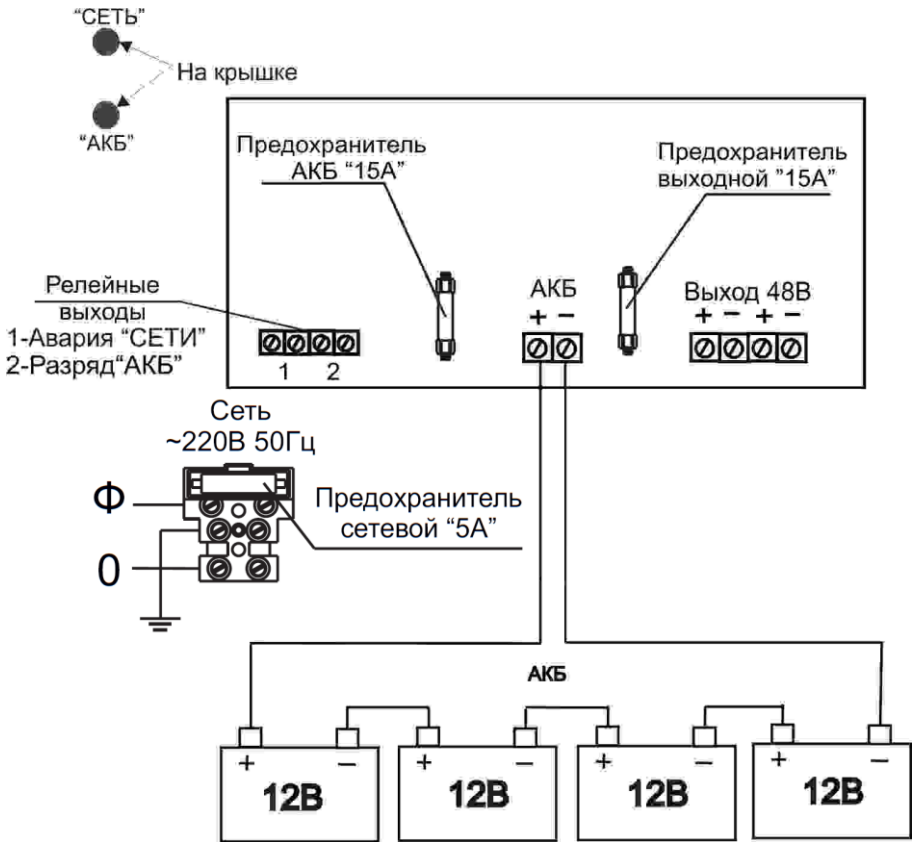

РИСУНОК 1
Нагрузка и внешние устройства подключаются к клеммам «ВЫХОД 48В». Подключение нагрузки следует производить в соответствии с полярностью (см. приложение Рисунок 1).
Держатель сетевого предохранителя совмещен с сетевой колодкой (см. приложение Рисунок 1).
<p style="text-align: center;">ВНИМАНИЕ! ИЗЪЯТИЕ ПРЕДОХРАНИТЕЛЯ НЕМЕДЛЕННО ПРИВЕДЕТ К АВТОМАТИЧЕСКОМУ ПЕРЕХОДУ В РЕЗЕРВНЫЙ РЕЖИМ, Т.Е. К ПИТАНИЮ НАГРУЗКИ ОТ АКБ! ДЛЯ ПОЛНОГО ОТКЛЮЧЕНИЯ ИСТОЧНИКА СЛЕДУЕТ ОТСОЕДИНИТЬ КЛЕММУ «+АКБ» (СМ. ПРИЛОЖЕНИЕ РИСУНОК 1) ОТ САМОЙ АКБ, А ЗАТЕМ ОТКЛЮЧИТЬ НАПРЯЖЕНИЕ СЕТИ.</p>
<p>ВНИМАНИЕ! ЗАПРЕЩАЕТСЯ СТАВИТЬ В КОЛОДКИ ПРЕДОХРАНИТЕЛЕЙ ПЕРЕМЫЧКИ И ПЛАВКИЕ ВСТАВКИ НОМИНАЛОВ, НЕ СООТВЕТСТВУЮЩИМ УКАЗАННЫМ В НАСТОЯЩЕМ РУКОВОДСТВЕ! (СМ. ПРИЛОЖЕНИЕ РИСУНОК 1 И ТАБЛИЦУ 3).</p>
Подключение источника производится при отключенном сетевом напряжении и открытой крышке (см. приложение Рисунок 1) в следующей последовательности:
- Соединить аккумуляторы в АКБ при помощи перемычек, входящих в комплект поставки (см. приложение Рисунок 1), при необходимости использования аккумуляторного отсека (не входит в комплект поставки) соединить АКБ согласно схеме в приложении см. Рисунок 4;
- Проверить правильность произведенного монтажа в соответствии со схемой подключения (см. приложение Рисунок 1,2,3).